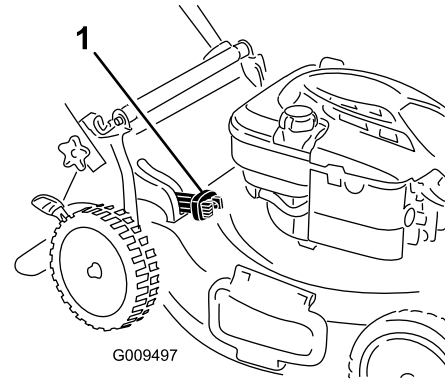

Figure 16
- Pour ramasser les déchets d'herbe et de feuilles, appuyez sur le bouton du levier de ramassage sur demande et déplacez le levier complètement en avant jusqu'à ce que le bouton ressorte (Figure 16).